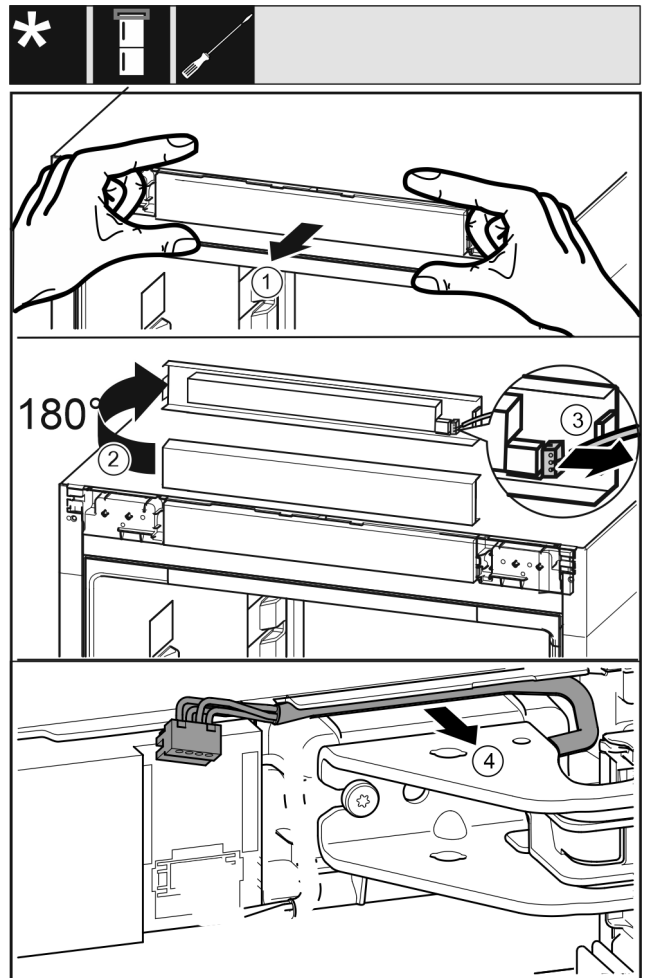

Fig. 19
- ▶ Avaa laitteen käyttöpaneeli varovasti eteenpäin vetämällä. Fig. 19 (1)
- ▶ Kierrä käyttöpaneelia 180° ylös. Fig. 19 (2)
- ▶ Paina lukitusnokka taaksepäin ja vedä pistoke varovasti pois. Fig. 19 (3)
- ▶ Vapauta johto varovasti laakeripukin yläpuolella olevasta ohjaimesta. Fig. 19 (4)